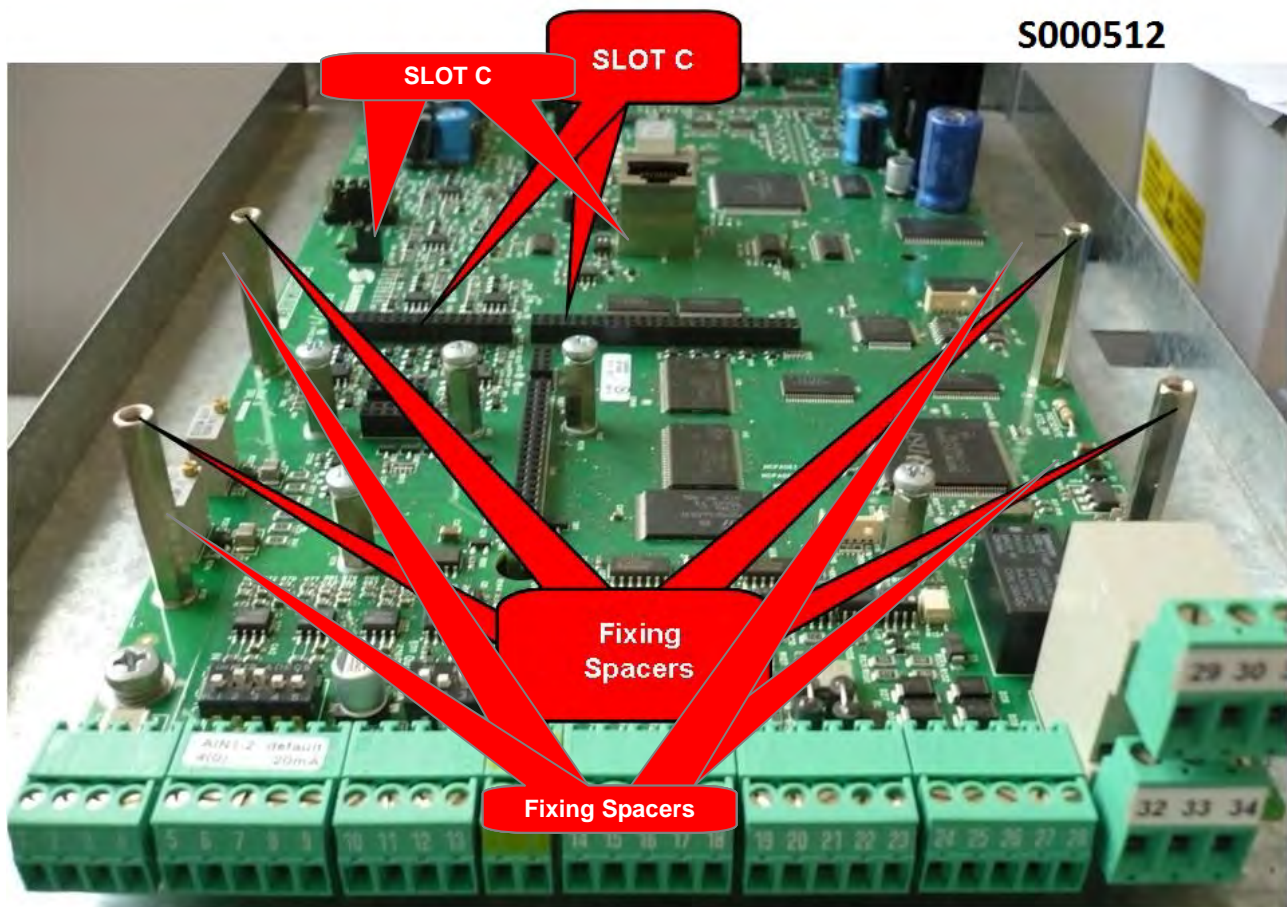

Figura 208: Posizione dello slot C all'interno del coperchio morsettiere Inverter PENTA
3. Rimuovere il coperchio di protezione della morsettieria dell'inverter agendo sulle due viti frontali nella parte bassa del coperchio. Risulta così accessibile lo slot C della scheda di controllo PENTA sul quale va installata la scheda ES988 come visibile in Figura 208.